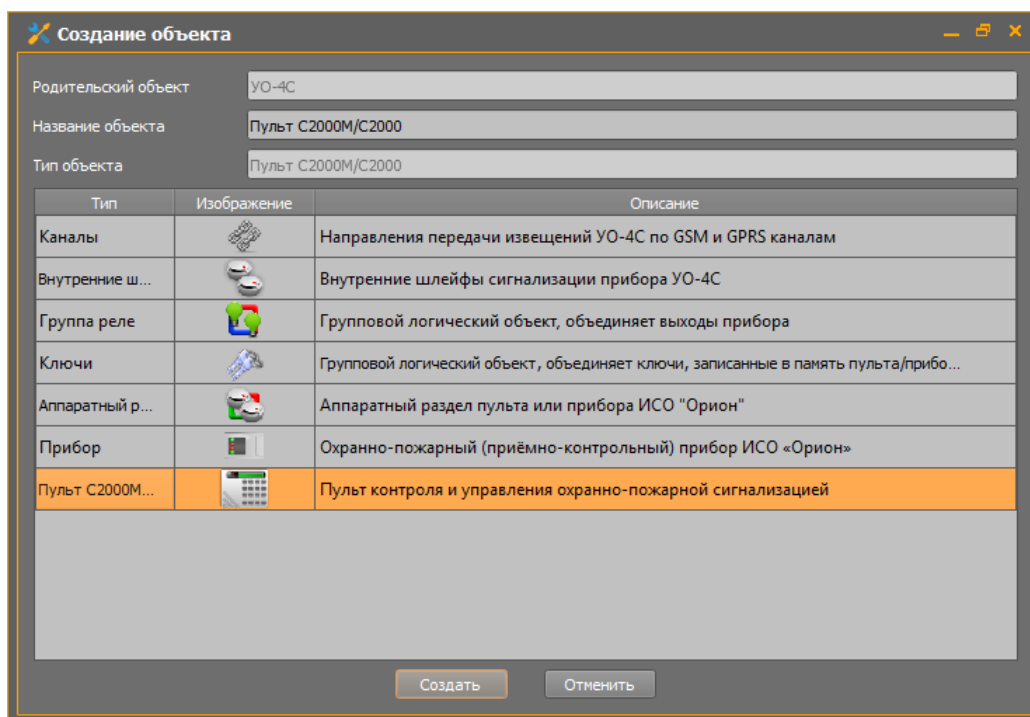

Рисунок 34 Создание пульта под ПОО YO-4C
1. через контекстное меню YO-4C в аппаратной иерархии создайте пульт «С2000М» (рис.34)